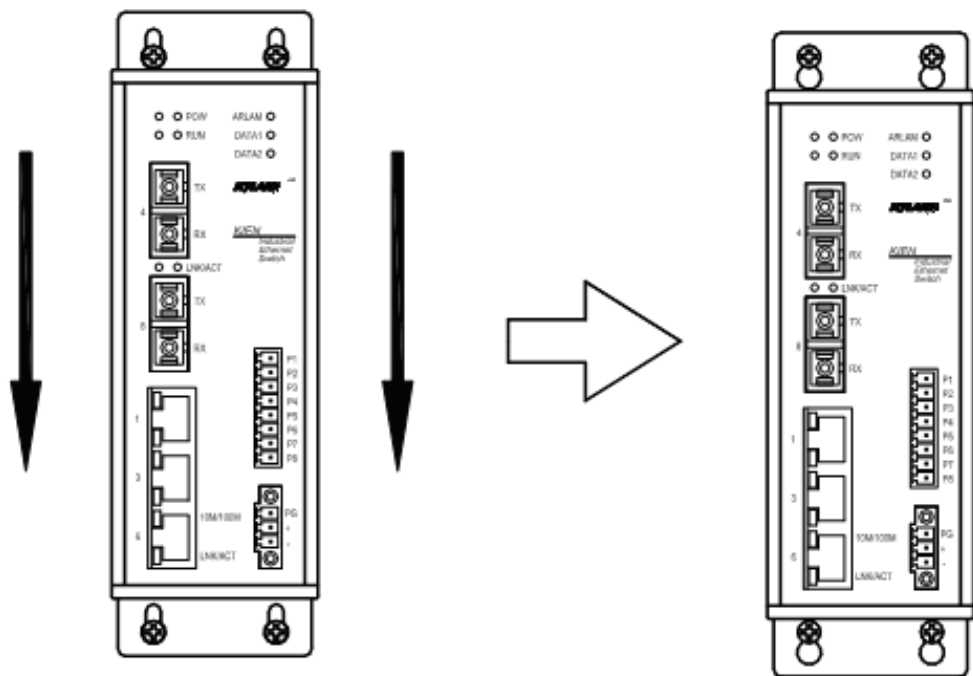

图 4-5 壁挂式安装过程示意图
4. 在墙壁上固定好螺钉后，将 KIEN2032 装到选定的位置，使 4 个螺钉穿过壁挂板上 4 个  $\Phi 6.5$  的孔。向下滑动 KIEN2032。如图 4-5 所示。拧紧 4 个螺钉。KIEN2032 就被牢固地安装在墙壁或机柜内壁上。